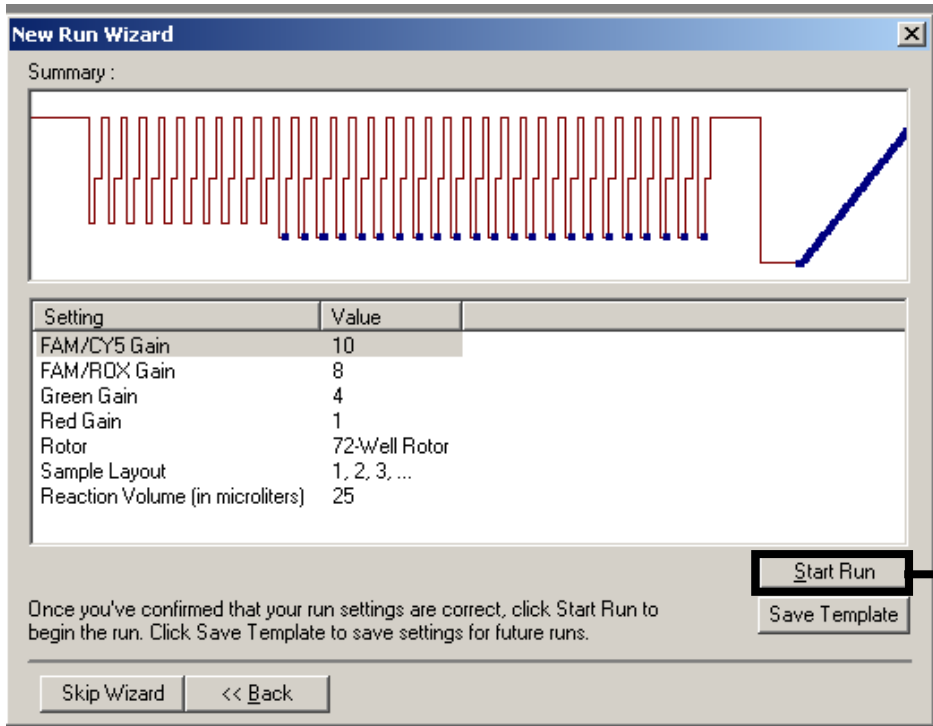

Abbildung 20. Starten des Laufs.
Start des Laufs	Abbildung 20
18. Starten Sie den Lauf (**Abbildung 20**) mit der gespeicherten Vorlage (Schritt 12).